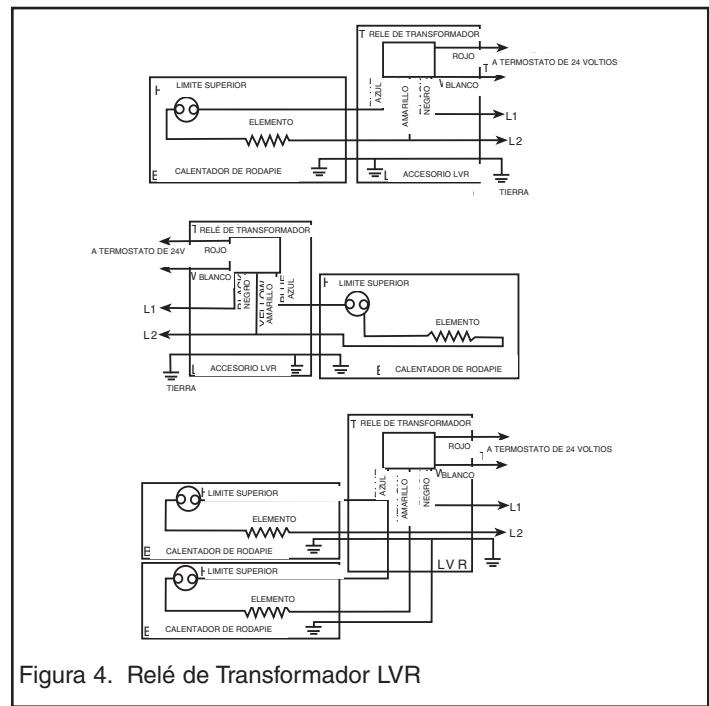

Figura 4. Relé de Transformador LVR
5. Empuje los cables rojo y blanco del transformador a través del agujero en la parte superior de la placa de base. Haga las conexiones del termostato de 24 voltios en el compartimiento formado por la placa de base y la parte superior del compartimiento de cableado. (Vea diagrama de cableado Figura 4).
cable negro más grande y conecte el cable azul al cable de retorno. (Vea diagrama de cableado Figura 4).